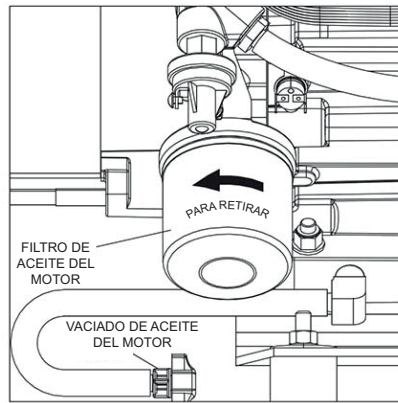

Figura 4-2: Ubicación del filtro y el vaciado de aceite
4. Vaciado el aceite, retire el filtro de aceite antiguo girándolo en sentido antihorario. Para la ubicación del filtro, vea la Figura 4-2.